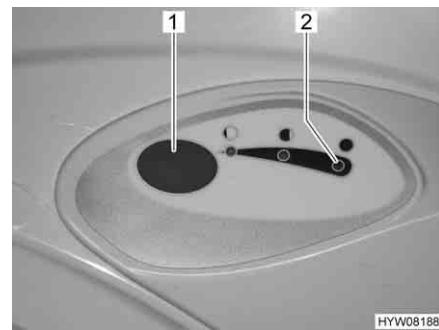

Fig. 155 Pulsante dello sciacquone/spia di controllo toilette Thetford
- Per sciacquare premere il pulsante blu (Fig. 155,1).
La spia di controllo (Fig. 155,2) si accende quando il serbatoio fisso deve essere svuotato.